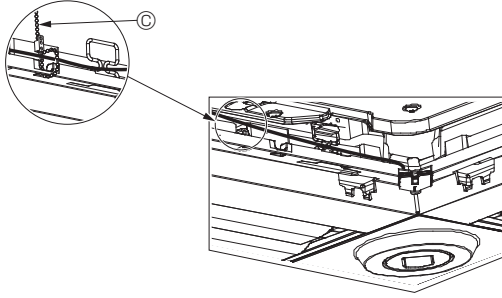

Fig. 5-13
- Şemada gösterildiği gibi i-See sensör ve sinyal alıcısı kablolarını, kablolarda gevşeklik olmayacak şekilde tespit malzemesi ile tespit edin ve daha sonra tespit malzemesinin fazla kısmını kesin. (Fig. 5-13)
- Eğer i-See sensör konumu "o" konumundan (E) "□" konumuna değiştirilmişse (F), anahtar ayarlarını değiştirin. (Bkz. sayfa 180.)